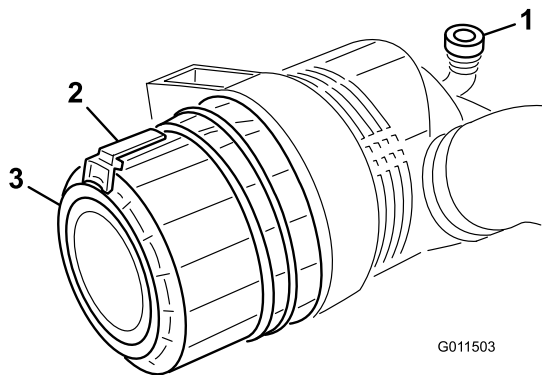

Figura 54
1. Tire hacia fuera del enganche y gire la tapa del limpiador de aire en el sentido contrario a las agujas del reloj (Figura 54).